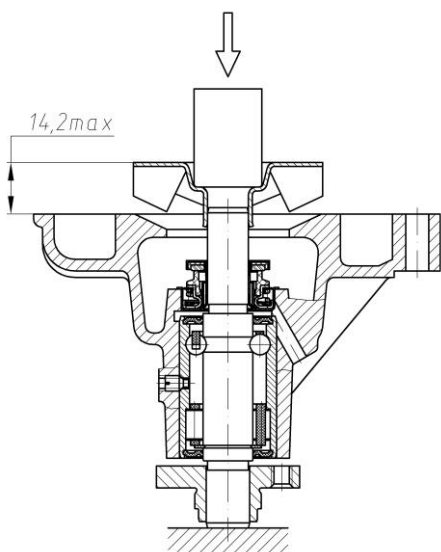

Рисунок 78. Напрессовка крыльчатки водяного насоса
- напрессовать крыльчатку на валик подшипника, выдержав размер между торцом крыльчатки и торцом корпуса насоса не более 14,2 мм (рис.78). **Не допускается прикладывать усилие запрессовки к обратным сторонам лопастей во избежание их деформации;**